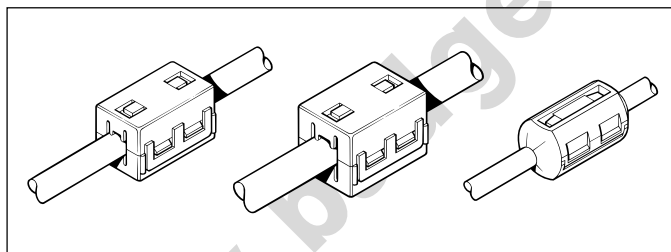

Рис.2-8
- На один из концов кабеля могут быть установлены «помехогасители», представляющие собой ферриты (рис.2-8). Если во время установки потребуется снять феррит, его следует обязательно вернуть на место.
2. Извлеките эхолот из зажимов нажатием большой кнопки в центре турели, как это показано на рис.2-8.